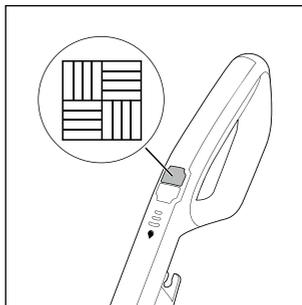

Fig. 13
- ◆ Pentru a porni aparatul apăsați comutatorul pentru podea tare  14 (a se vedea fig. 13). LED-ul comutatorului pentru podea tare  14 luminează albastru.
- ◆ Pentru a opri aparatul, apăsați din nou comutatorul pentru podea tare  14 (a se vedea fig. 13).